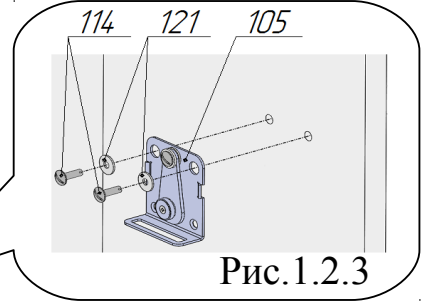
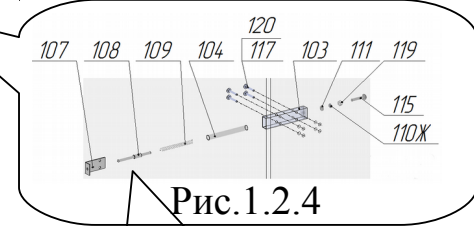

Рис.1.2.3
Рис.1.2.4
ВЫБЕРИТЕ СТОРОНУ, С КОТОРОЙ ВАМ БУДЕТ УДОБНЕЕ ОТКРЫВАТЬ КРОВАТЬ. С ЭТОЙ СТОРОНЫ УСТАНАВЛИВАЙТЕ МЕХАНИЗМ ФИКСАЦИИ ПОЗ.105 И КОРПУС ТОЛКАТЕЛЯ ПОЗ.103 С ДЕТАЛЯМИ (РИС.1.2.3, 1.2.4). ДАЛЕЕ БУДЕТ ОПИСАНИЕ СБОРКИ С УСТАНОВКОЙ МЕХАНИЗМА ПОЗ.105 И КОРПУСА ТОЛКАТЕЛЯ ПОЗ.103 С ПРАВОЙ СТОРОНЫ КОРОБА.
К панели поз.42 присоединить механизм фиксации поз.105, используя винты поз.114, шайбы поз.121 (рис.1.2.3). Присоединить к панели поз.42 механизм выталкивания, состоящий из деталей поз. 103, 104, 107, 108, 109, 110Ж, 111, 115, 119 (рис.1.2.4 и рис.8). Винт поз.115 ввинтить в корпус толкателя поз.103 на несколько оборотов (рис.8). Для закрепления к коробу использовать винты поз.117. На головки винтов поз.117 установить заглушки поз.120 (рис.1.2.4).
11. Отрегулировать упор, установленный по рис.1.2.4. Для этого поднять раму кровати в вертикальное положение. Надавить на раму в области установленного механизма фиксации поз.105. Вращением винта М8x45 поз.115 добиться, чтобы рама кровати не доходила до касания с механизмом фиксации поз.105 (рис.8) 10мм. Придерживая от вращения винт поз.115, затянуть гайку поз.119 до упора так, чтобы шайбы поз.110Ж и поз.111 оказались прижаты к корпусу толкателя поз.103.